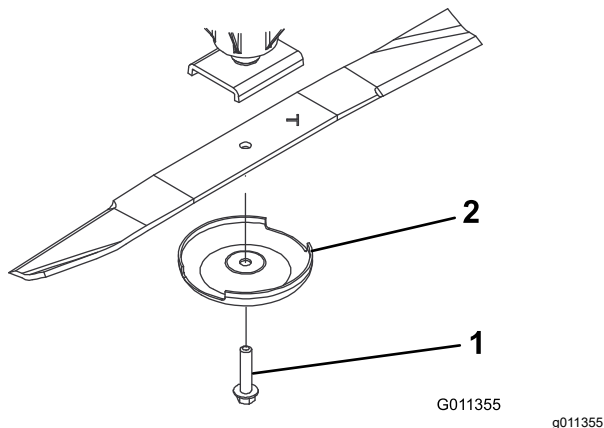

Bild 100
3. Entfernen Sie die Messerschraube, die Antiskalpierkuppe und das Messer von der Spindelwelle (**Bild 100**).